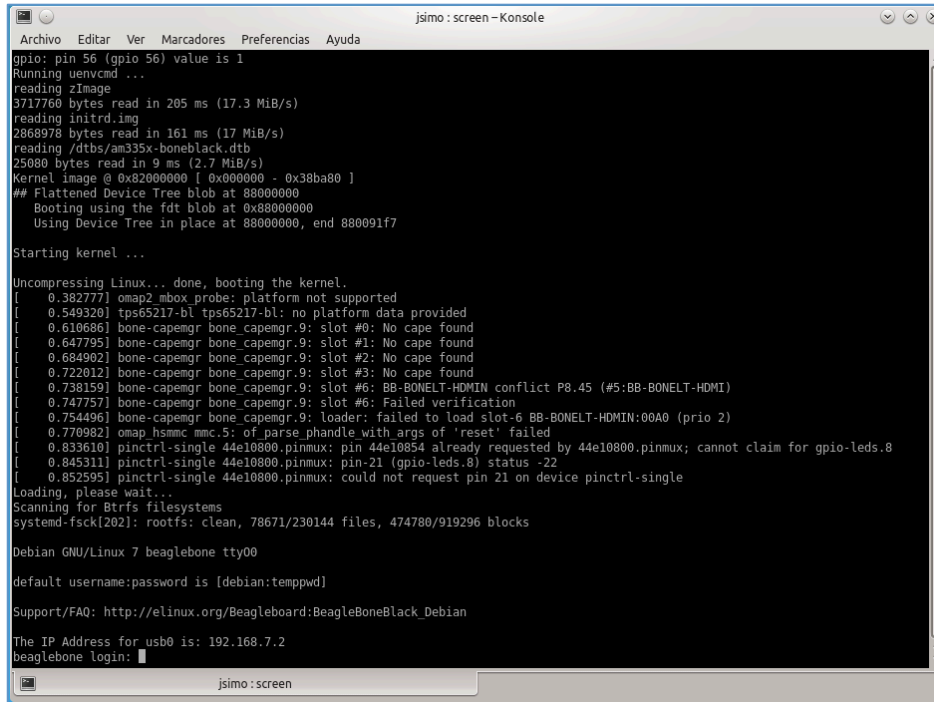

Figura 5: Terminal conectada a la consola de sistema de la BBB.
- Conecte ahora la alimentación de la BBB (“DC Power”, Figura 1). Si todo ha ido bien, podrá observar los mensajes de la BBB en la terminal semejantes a los que se ven en la Figura 5.